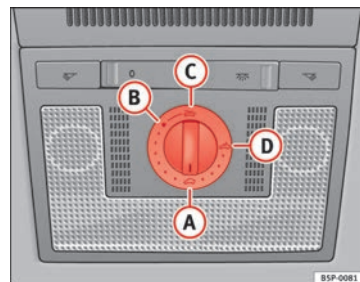

Fig. 70 Dettaglio del rivestimento interno del tetto: manopola del tettuccio scorrevole/ sollevabile
- Ruotare la manopola sulla posizione **A** ⇒ fig. 70 ⇒ ⚠.